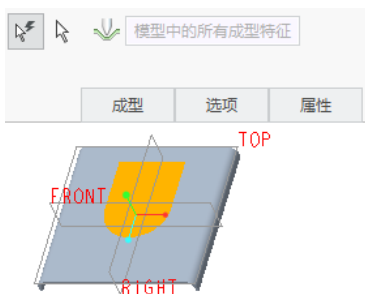
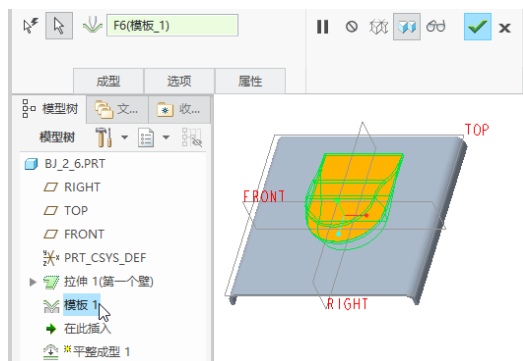

图 2-64 自动选择所有的成型特征参考
图 2-65 选择要平整成型的成型特征
(2) 在功能区“模型”选项卡的“工程”组中单击“成型”下的▼（下三角箭头）按钮，接着单击（平整成型）按钮，打开“平整成型”选项卡。
(3) “平整成型”选项卡中的（自动选择参考）按钮默认处于被选中的状态，系统自动选择所有成型特征参考以进行平整，如图 2-64 所示。在这里练习手动选择参考，在“平整成型”选项卡中单击（手动选择参考）按钮，接着选择图 2-65 所示的成型特征。